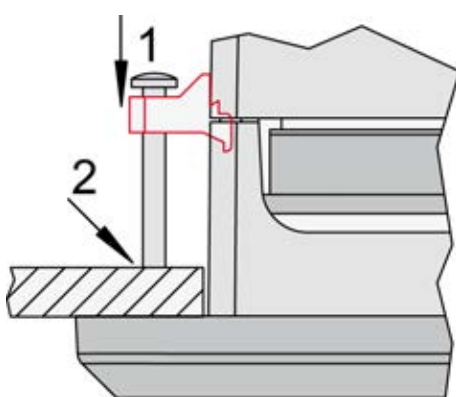

Рис. 14: Затяжка зажимных винтов
6. Затяните зажимные винты (Рис. 14/1) и надежно зафиксируйте блок управления на панели управления (Рис. 14/2). Слишком сильное затягивание может привести к поломке зажимных вставок или корпуса. Не превышайте рекомендуемое усилие затяжки, равное 0,1 Нм.